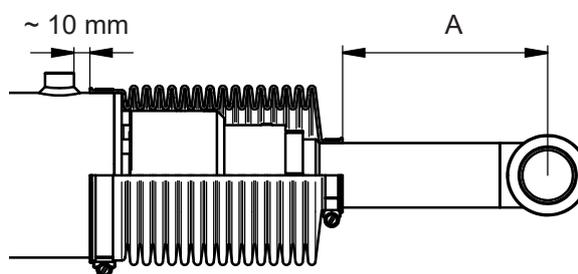

Figura 39. Montaje de protectores
11. Montar los protectores de los cilindros. Figura 39.